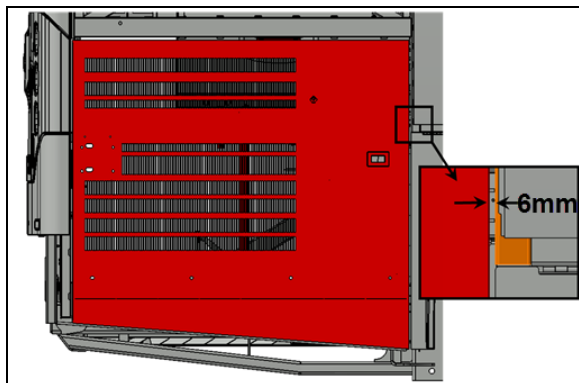

FIGURE 116:
4. Si la position verticale est hors tolérance, vous pouvez ajuster la porte en utilisant le jeu aux points d'attache entre les bras et la porte (FIGURE 116:).